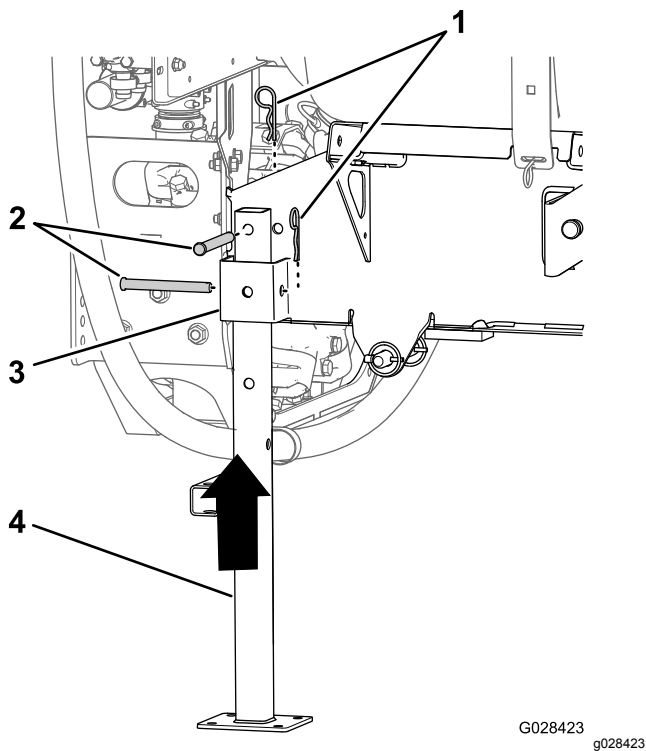

Figure 134
5. Alignez la jambe de support arrière sur le récepteur arrière (Figure 134).
6. Alignez le trou au sommet de la jambe de support et le trou dans le cadre du patin de cuve (Figure 134).
7. Fixez la jambe de support au récepteur et au cadre au moyen de 2 axes de chape et 2 goupilles fendues (5/32" x 2⁵/₈"), comme montré à la Figure 134.